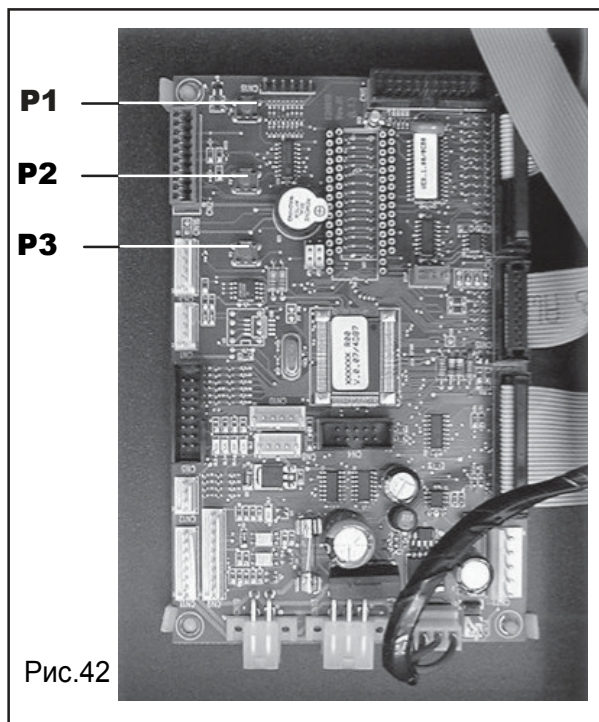

Рис.42
- Этикетки с названиями и ценами напитков должны быть вставлены в специальные слоты в соответствии с рис. 42
Электронная плата центрального процессора имеет три кнопки, позволяющие выполнять операции по программированию или обслуживанию (Рис. 42).
**Кнопка P1 (Рис. 42)**
**Кнопка P2 (Рис. 42)**
**Кнопка P3 (Рис. 42)**
Открыть дверь, вставить тестовый ключ (Рис. 21) и нажать кнопку **P1** на плате центрального процессора (Рис. 42) для входа в меню программирования.